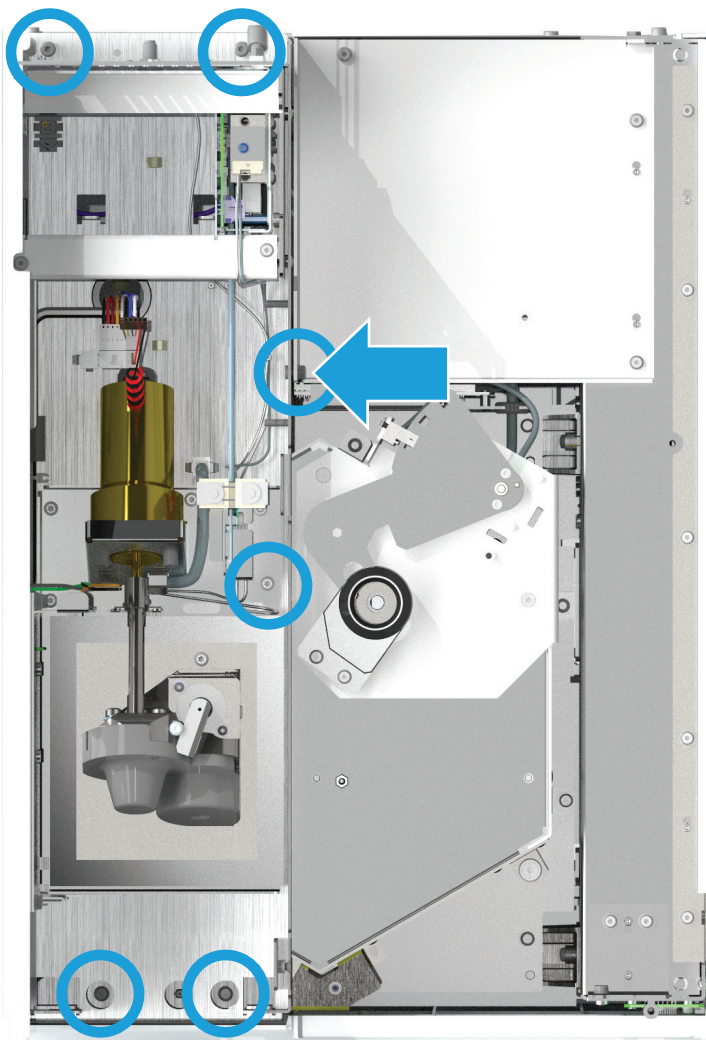

Рис. 8. Раскрутите винты, фиксирующие пневматический блок
- 11 Раскрутите 6 винтов, которыми пневматический блок крепится к корпусу. Обратите внимание: один винт расположен на боковой стенке блока. (Рис. 8.)